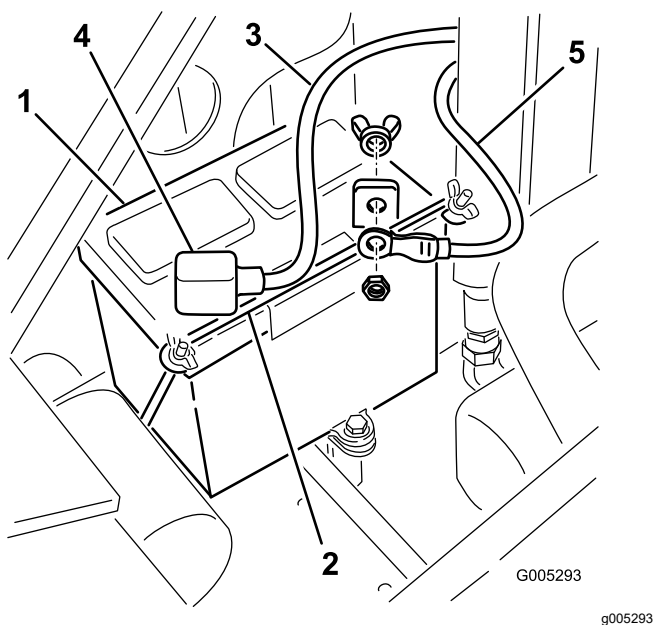

Figure 33
4. Enlevez les écrous à oreilles et les barres de fixation de la batterie (Figure 33).
5. Débranchez le câble négatif (noir) de mise à la masse de la borne de la batterie (Figure 33). Conservez les fixations.
7. Débranchez le câble positif (rouge) de la borne de la batterie (Figure 33). Conservez les fixations.